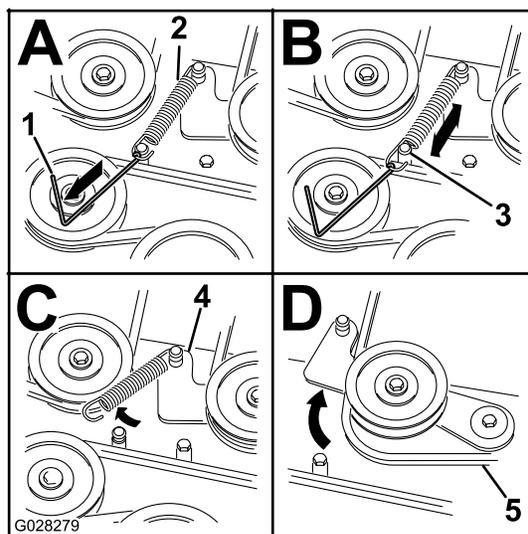

Figura 69
7. Usando una herramienta para la retirada de muelles (Pieza Toro N° 92-5771), retire el muelle tensor del espárrago de la carcasa para eliminar la tensión de la polea tensora (Figura 69).
10. Pase la correa nueva alrededor de las poleas del cortacésped y de la polea del embrague, debajo del motor (Figura 69).
11. Usando una herramienta para la retirada de muelles (Pieza Toro N° 92-5771), instale el muelle tensor sobre el espárrago de la carcasa y tense la polea tensora y la correa (Figura 69).